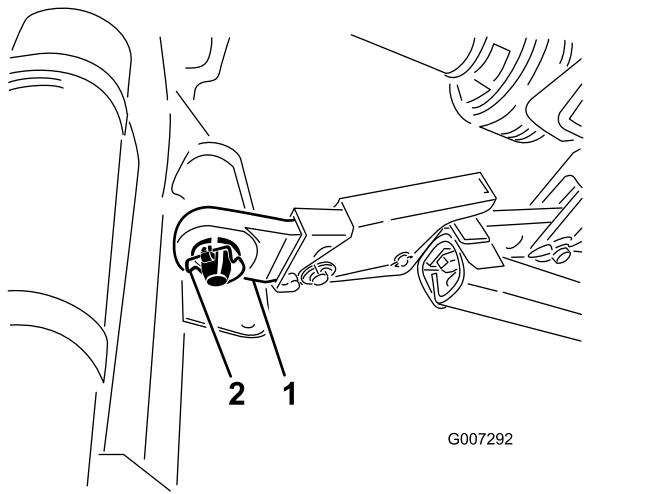

Figura 6
5. Coloque los brazos de enganche inferiores derecho e izquierdo sobre los bulones de enganche (Figura 6).
6. Sujete los brazos de enganche inferiores a los bulones de enganche con pasadores de seguridad (Figura 6).